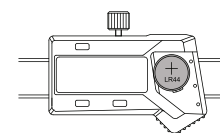

Abb.2
---Legen Sie die SR44- oder LR44-Batterie in das Batteriefach ein, die positive Seite der Batterie (+) sollte nach außen zeigen (Abb.2).